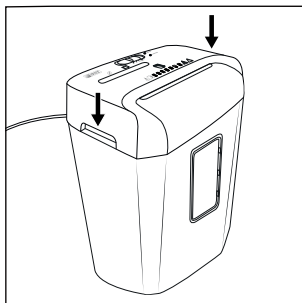

Fig. 2
- ◆ Hold på skæreenheden **6** i de to integrerede bæregreb **8**, og sæt den på den store opsamlingsbeholder **12**, så ledningen **1** vender bagud, og observationsvinduet **11** på den store opsamlingsbeholder **12** vender fremad (se fig. 2).